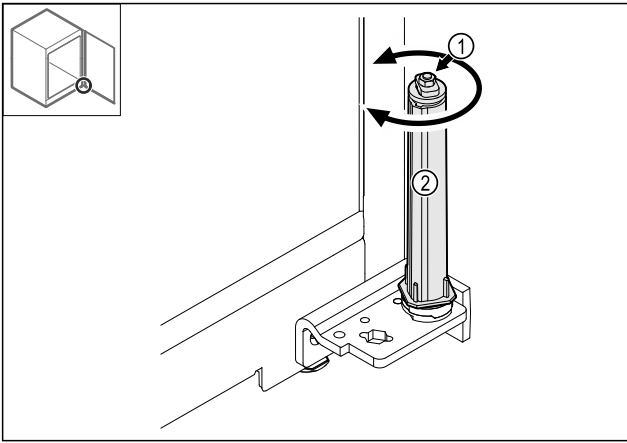

Fig. 37
- ▶ Не разбирайте резьбовое соединение Fig. 37 (1) системы закрытия.
- ▶ Поворачивайте систему закрытия Fig. 37 (2) до щелчка.